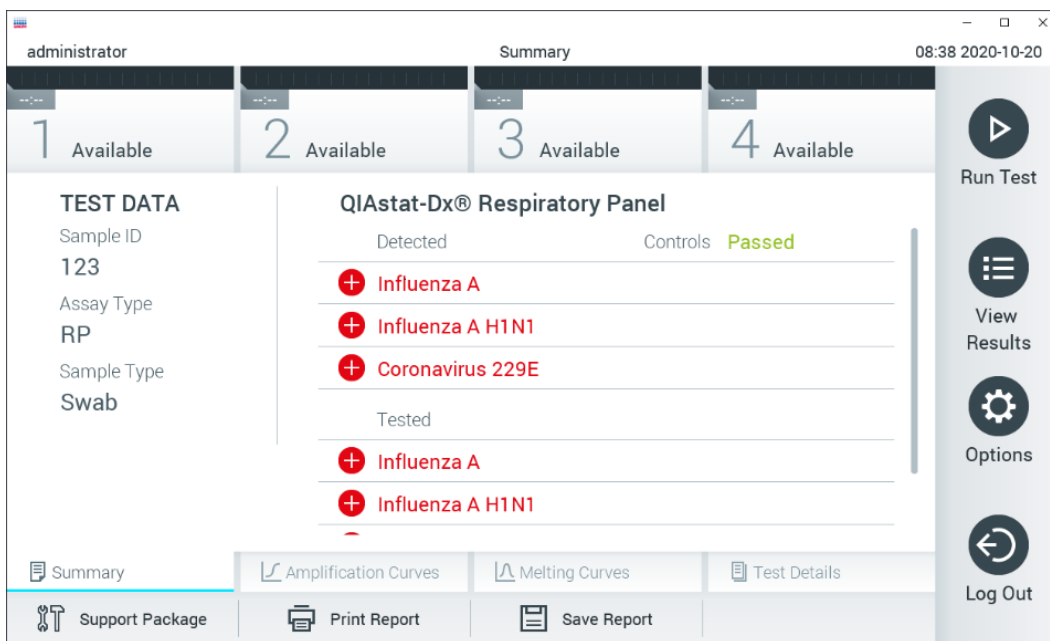

Bild 30. Skärmen Resultatsammanfattning.
11. När QIAstat-Dx-analyskassetten har matats ut visas skärmen Results Summary (Resultatsammanfattning) (bild 30).